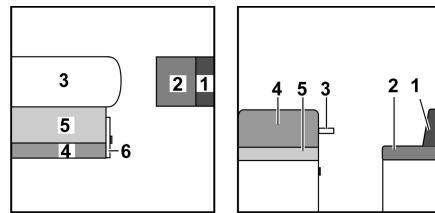

Bild 128 Vor dem Umbau
- Tisch (Bild 128,3) vergrößern und den vergrößerten Hängetisch zum Bettunterbau umbauen (siehe Abschnitt 7.7).
- Griff ziehen und Klappe (Bild 128,6) öffnen.